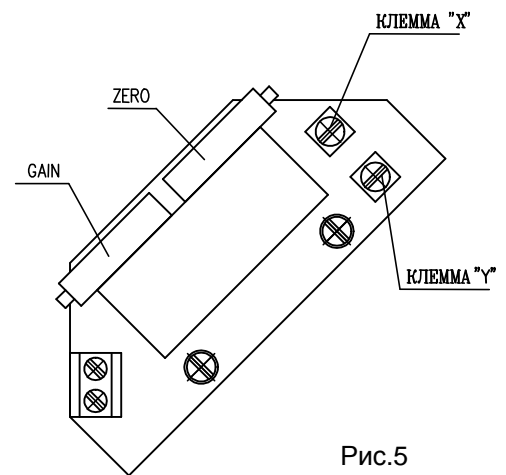

Рис.5
4.4.1 EPV - 2-проводниковое включение (рис.5,5а)
- Установите омический датчик на основании инструкций в предыдущей главе так, что омическую величину.измеряйте на клеммах X-Y или R-R (рис.5,5а) (употреблен датчик с омической величиной 100Ω).
- Поворачиванием устанавливающего триммера GAIN или В (рис.5) установите величину выходного сигнала тока, измеряемого на клеммах 81-82, на величину 20 мА.
Рис. 5а